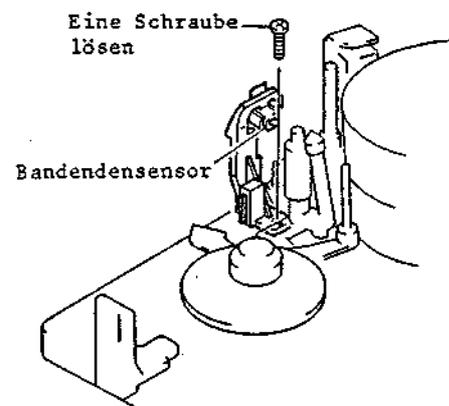

Abb. 2-47 Ausbau des Bandendensensors
3-6 Ausbau des Bandendensensors (Abb. 2-47, 2-48)
1. Eine (1) Befestigungsschraube des Bandendensensors lösen (siehe Abb. 2-47).